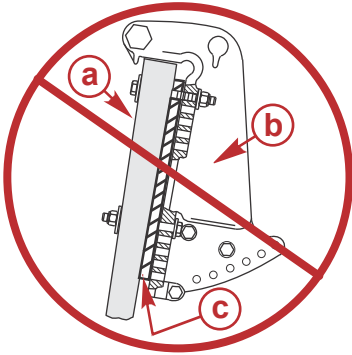

図 4
3. トランサムクランプブラケットとトランサム (またはジャックプレート) の間にウェッジまたはプレートを取り付けないでください。図 4 を参照してください。